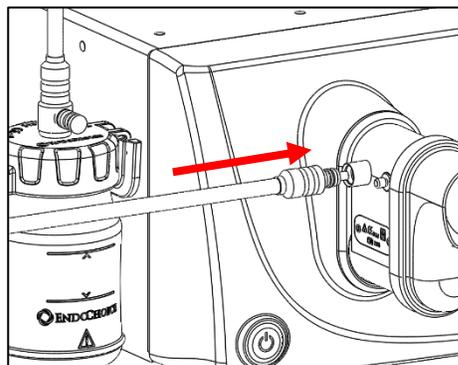

Figure 4.
2. Pousser le connecteur de tube doucement dans le port d'air/eau de l'endoscope (voir la figure 4).